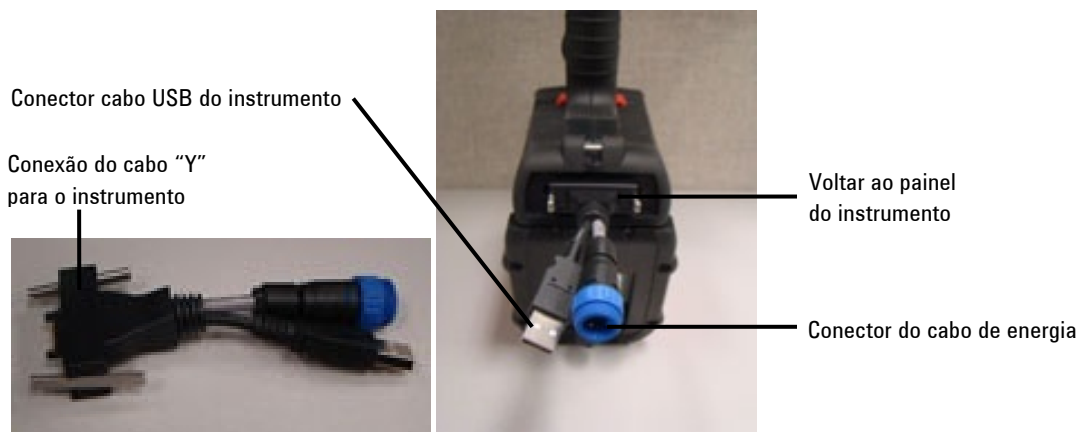

Figura 3. Conexões de alimentação
- 1 Antes de conectar o cabo de alimentação CA à fonte de alimentação, insira o conector em "Y" estilo acoplamento fornecido com o FTIR 4100 ExoScan no conector localizado no painel traseiro inferior do sistema de espectrômetro 4100 ExoScan (veja a Figura 3). Em seguida, insira o cabo da fonte de alimentação com o conector fêmea azul ao conector macho azul do cabo em "Y". Rosqueie a tampa azul no conector em "Y" girando-a no sentido horário até apertá-la com os dedos. Para evitar danos ao conector plástico, tome cuidado para não apertá-lo em excesso. Os cabos adequados da fonte de alimentação serão fornecido com o sistema.